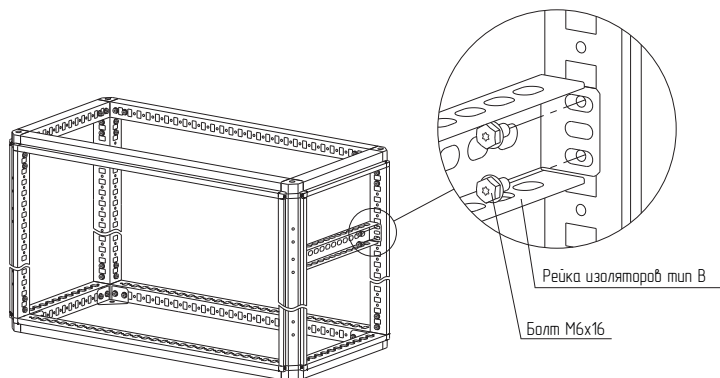

Рисунок 31
4.16.2 Установить рейку изоляторов тип В между стоек каркаса на нужной высоте и закрепить болтами М6×16 (рисунок 31). Момент затяжки – 7 Н·м. Болты приобрести отдельно.